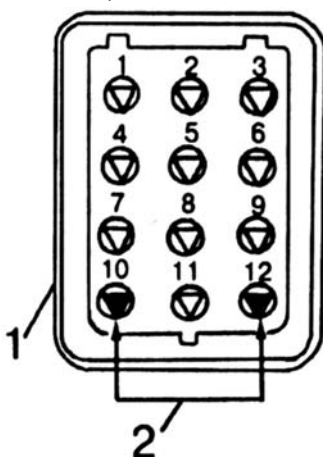

Рис. 8.2.2. Диагностический разъем: 1 - диагностический разъем, 2 - дополнительный провод
-отдельным проводом соединить выводы диагностической розетки согласно рис. 8.2.2. Розетка установлена в моторном отделении на щитке передка с левой стороны.